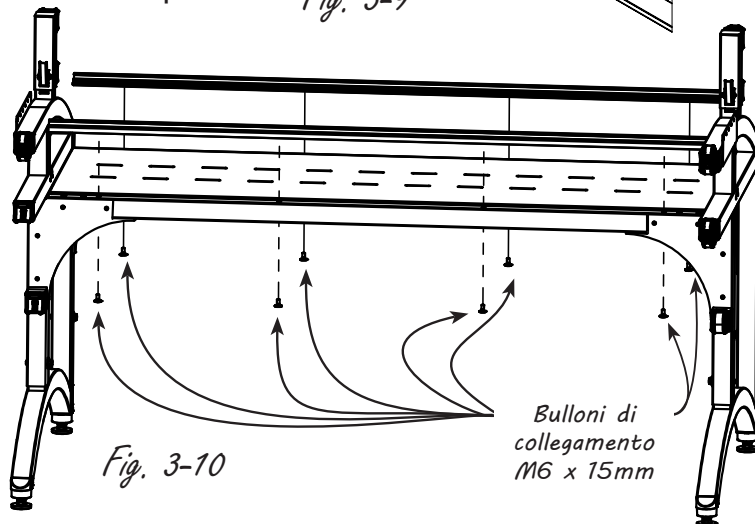

Fig. 3-10
3-4-C: Allineare un supporto guida alla parte posteriore della struttura del tavolo. Assicurare parzialmente i bulloni di collegamento M6 x 15mm (8). Dopo avere inserito tutti i bulloni, verificare che la guida sia in posizione diritta e a livello con la parte posteriore della struttura del tavolo, quindi serrare tutti i bulloni (Fig. 3-10).
3-5-C: A questo punto, attaccare un supporto guida alla parte anteriore della struttura del tavolo, lasciando però questa volta i bulloni lenti di un giro (Fig. 3-10). La larghezza di questo supporto guida verrà poi regolata e fissata nella fase 11.